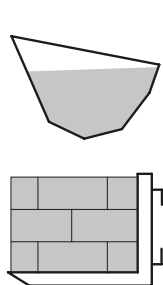

Fig. 1
- O nível máximo de carga do implemento não deve ultrapassar o rebordo inferior em caso de volumes, e não ultrapassar a altura da cobertura em caso de cargas unitárias [consulte a fig. 1].